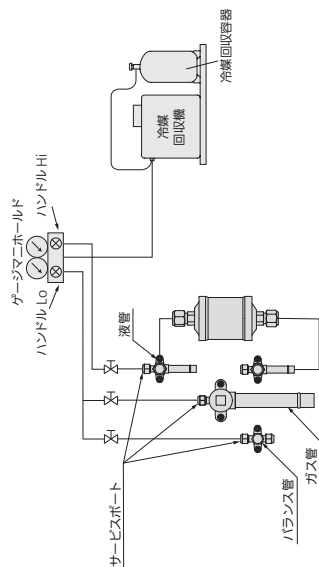

図 20
- 3) 室外ユニットのガス管、液管、バランス管の各サービスポートに冷媒回収機を接続します。(図 20)